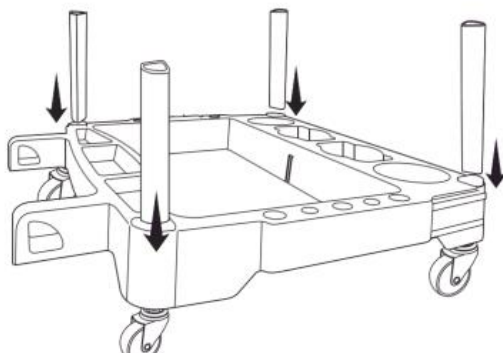

Fig. 3
3. Insérez les quatre montants (4) dans le plateau de base (fig. 3).